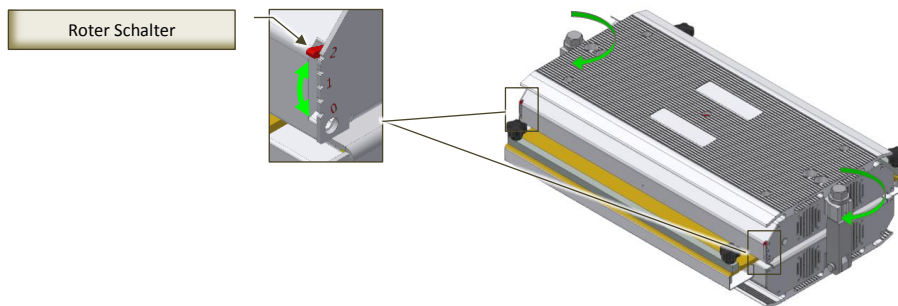

Abb. 8.4-7 - Aufbringen des erforderlichen Drucks auf das zu reparierende Produkt
5. Ziehen Sie die Sicherungsmuttern (Abb. 8.4-7) abwechselnd mit dem mitgelieferten Ratschenschlüssel an, bis der zur Reparatur des Produkts erforderliche Druck erreicht ist. Der auf das Produkt ausgeübte Druck wird durch die Position der roten Hebel angezeigt. Um den optimalen Druck für die Reparatur des Produkts zu ermitteln, lesen Sie bitte das technische Datenblatt des Produkts.